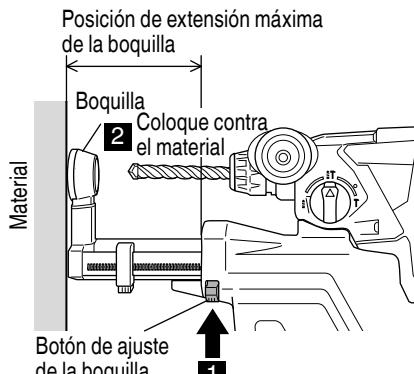

Fig. 5
## 2. Ajuste de la posición de la boquilla (Fig. 5, 6, 7)
- (1) Presione el botón de ajuste de la posición de la boquilla y asegúrese de que la boquilla esté en la posición completamente extendida. (Fig. 5)
- (2) Mientras sujetá la herramienta de tal manera que no se pulse el interruptor, coloque la boquilla contra el material que desea taladrar. (Fig. 5)